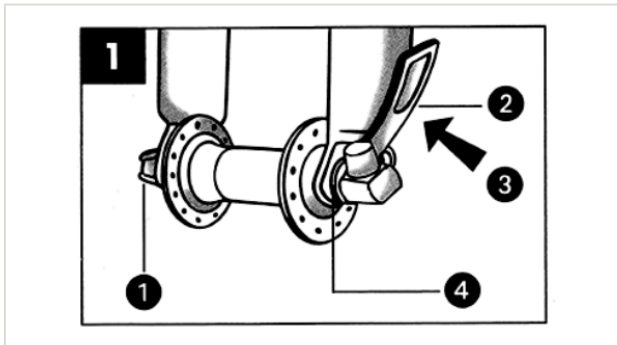

Abb. 1 Schnellspanner geschlossen: 1 Einstellkonus · 2 Schnellspannhebel · 3 geschlossen · 4 Sicherungsnase
Die Anleitung enthält alle Informationen, die Sie zum sicheren Zusammenbau, zur Einstellung, zur Benutzung und zur Wartung des Fahrrads benötigen. Die Abbildungen (Abb. 1 bis 26) stehen beim zugehörigen Text und gelten für alle Sprachfassungen dieses Heftes. Je nach Ausstattung können einzelne beschriebene Bauteile an Ihrem Fahrrad nicht vorhanden sein.
1. Sind beide Laufräder korrekt und fest montiert? Prüfen Sie Schnellspanner bzw. Achsmuttern (Abb. 1–3).